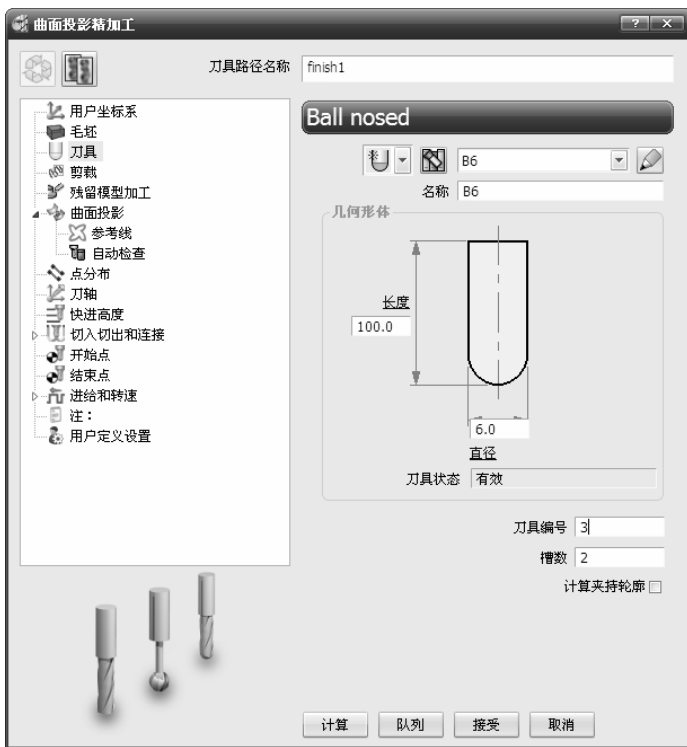

图 5-30 “曲面投影精加工”对话框
2) 在弹出的“曲面投影精加工”对话框中设置相关参数, 如图 5-30 所示。